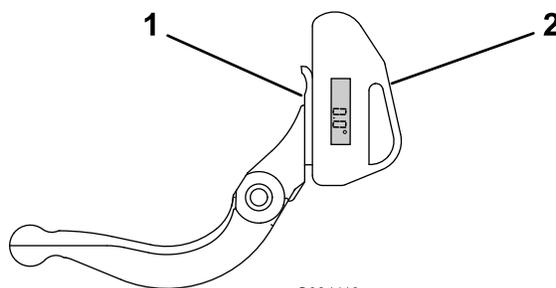

図 30
1. 図 30 に示すように、ベッドナイフの底部に傾斜計をセットする。